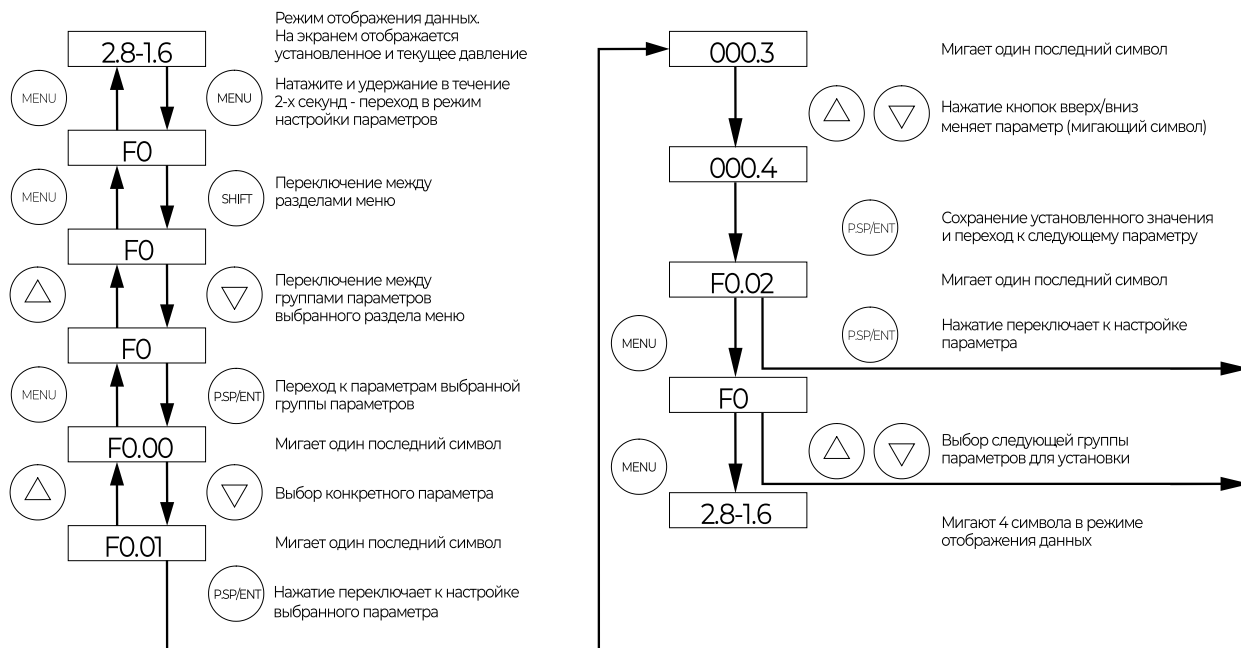

Рис. 9 Пример изменения параметра F0.01
**Режим настройки параметров:** для перехода в данный режим нажмите и удерживайте в течение 2-х секунд клавишу «MENU». Используйте «SHIFT» для переключения между разделами меню. Используйте «UP» или «DOWN», для перехода между группами параметров выбранного раздела, между параметрами или для изменения нужного параметра. Используйте «P.SP/ENT» для перехода к выбранной группе параметров. После установки параметра нажмите на клавишу «P.SP/ENT» и далее дважды кнопку «MENU» для возврата в режим отображения данных (см. рис. 9).
На рис. 9 приведен пример изменения параметра F0.01 (отклонение давления при запуске) с 0.3 бар на 0.4 бар.